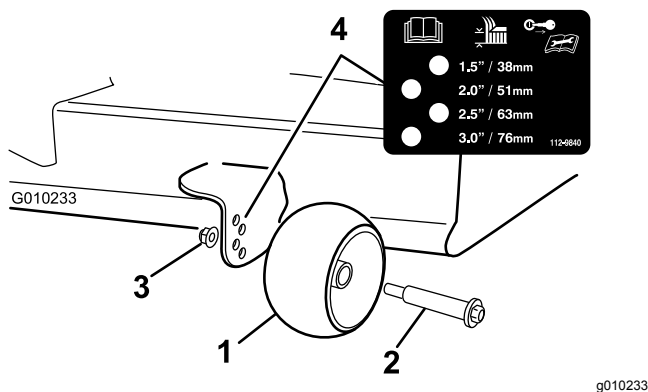

Рисунок 32
3. Установите защитные валики (Рисунок 32) в отверстия, соответствующие ближайшему положению высоты скашивания.